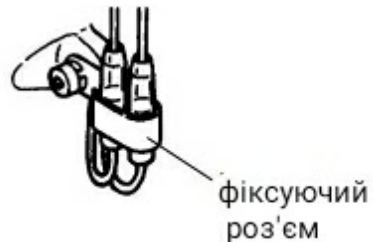

Рисунок 9. Схема під'єднання дротів вимикача запалювання.
9.2 Вимикач запалювання має бути виробником під'єднаний проводом до системи запалювання двигуна. Перевірити роз'єми (рис. 9) на наявність стику.